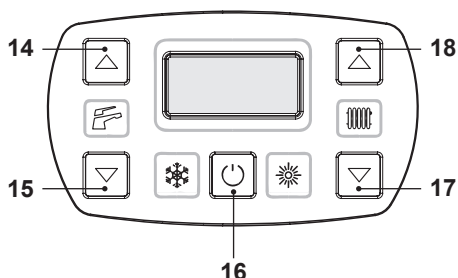
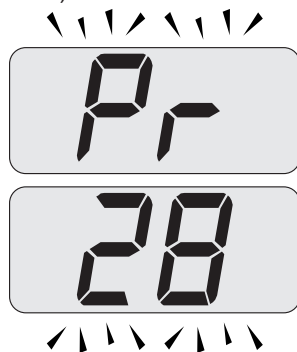

Figura 9.1
Figura 9.3
- Entrare in "modalità programmazione" premendo contemporaneamente per 10 secondi i tasti 16 - 17 - 18 (Figura 9.1) fino a far apparire sul display LCD le lettere **Pr**
- Scorrere i vari parametri utilizzando i tasti 17 o 18 fino a far apparire sul display LCD le lettere **Pr** che si alternano con il codice **28**, indicanti l'entrata nel "parametro 28" (Figura 9.3).
- Premere contemporaneamente i tasti 16 e 18 (Figura 9.1) fino a far apparire sul display LCD il valore del parametro 28 (es. 12 valore di default) (Figura 9.4).
- Premendo il tasto 16 (Figura 9.1) si ottiene la conferma del valore inserito.
- Premendo contemporaneamente i tasti 16 e 17 (Figura 9.1) si esce senza modificare il valore (ritorno alla lista parametri Figura 9.3).
- Premendo contemporaneamente per 10 secondi i tasti 16 - 17 - 18 (Figura 9.1) si esce dalla "modalità programmazione".